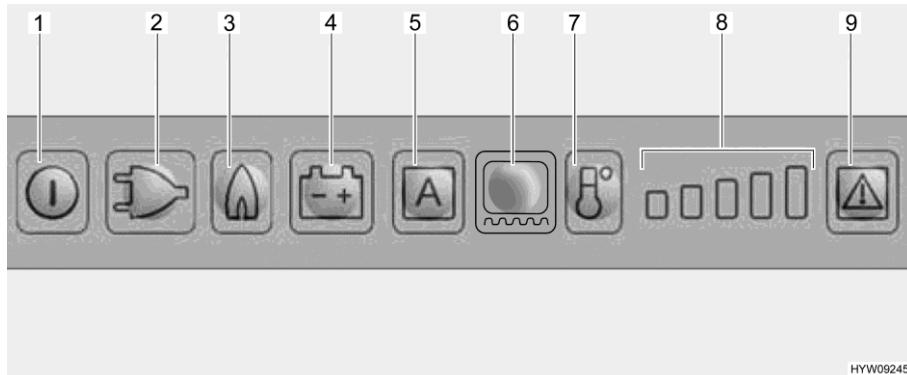

Fig. 153 Quadro comandi LED (frigorifero Dometic)
Selezionando il funzionamento a gas, il dispositivo di sicurezza si apre automaticamente, così che il gas possa fluire al bruciatore. Contemporaneamente si inserisce l'accenditore elettronico. Se la fiamma del gas si spegne, ad es. a causa di un colpo di vento, l'accenditore viene subito azionato riaccendendo il gas. In caso di guasto del funzionamento a gas, i tasti luminosi relativi a gas (Fig. 153,3) e guasto (Fig. 153,9) lampeggiano e viene emesso un segnale acustico per 20 secondi.
- Accensione:** ■ Premere il tasto On/Off (Fig. 153,1) per circa 2 secondi. Il frigorifero si accende e viene visualizzato l'ultimo modalità di funzionamento selezionata.
- Selezione della modalità di funzionamento:** ■ Premere il tasto luminoso per il tipo di funzionamento desiderato (Fig. 153,2 - 4) o la modalità automatica "AES" (Fig. 153,5) (solo per versione AES).
- Regolazione della temperatura di refrigerazione:** ■ Regolare la temperatura di refrigerazione con il tasto di del livello di refrigerazione (Fig. 153,7). L'indicazione del livello di refrigerazione (Fig. 153,8) mostra la regolazione sul termostato.
- Spegnimento:** ■ Premere il tasto On/Off (Fig. 153,1) per circa 2 secondi.
- Regolazione della temperatura di refrigerazione** Dopo l'accensione il frigorifero seleziona automaticamente la regolazione intermedia del termostato. Questa regolazione può essere modificata manualmente tramite il tasto del livello di refrigerazione (Fig. 153,7). Ci vogliono alcune ore prima che il frigorifero raggiunga la temperatura normale di esercizio. Quando si commuta a un'altra modalità di funzionamento, la regolazione sul termostato viene mantenuta.
- Accendere il riscaldamento del telaio per 2 ore: Premere una volta il tasto luminoso per il riscaldamento del telaio (Fig. 153,6). Sull'indicazione del livello di refrigerazione (Fig. 153,8) si accende una barra.
■ Accendere il riscaldamento del telaio per 5 ore: Premere due volte il tasto luminoso per il riscaldamento del telaio (Fig. 153,6). Sull'indicazione del livello di refrigerazione (Fig. 153,8) si accendono due barre.
■ Regolazione del riscaldamento del telaio ad esercizio continuo: Premere tre volte il tasto luminoso per il riscaldamento del telaio (Fig. 153,6). Sull'indicazione del livello di refrigerazione (Fig. 153,8) si accendono tre barre.
L'indicazione del livello di refrigerazione (Fig. 153,8) indica per alcuni secondi la durata di esercizio del riscaldamento del telaio.
In caso di guasto, il tasto luminoso Guasto (Fig. 153,9) lampeggi. Lampeggi inoltre uno dei tasti luminosi della modalità di funzionamento o l'indicazione del livello di refrigerazione. Viene emesso anche un segnale acustico. Per le note sulla visualizzazione degli errori e la loro eliminazione, vedi capitolo 14.
- ▷ Dopo aver eliminato un guasto del funzionamento a gas, premere il tasto luminoso Reset (Fig. 153,9).